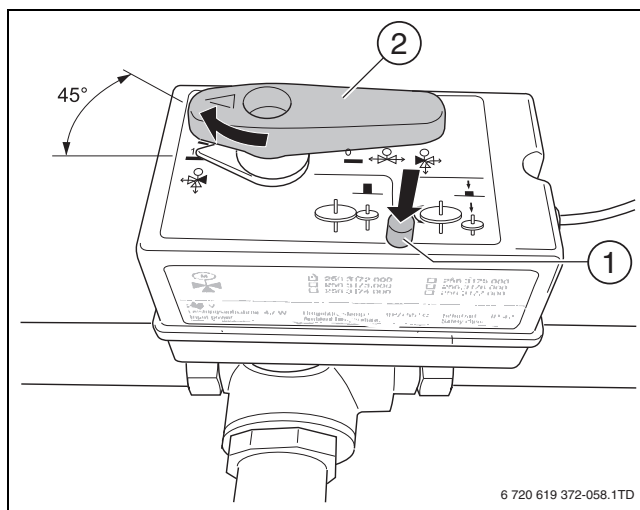

Bild 55 3-Wege-Ventil in Mittelposition stellen
- Wenn ein Warmwasserspeicher vorhanden ist, mechanischen Schalter am 3-Wege-Ventil in Mittelposition stellen (→ Bild 55). Dazu Taste (→ Bild 55, [1]) gedrückt halten und Hebel (→ Bild 55, [2]) um 45° drehen.